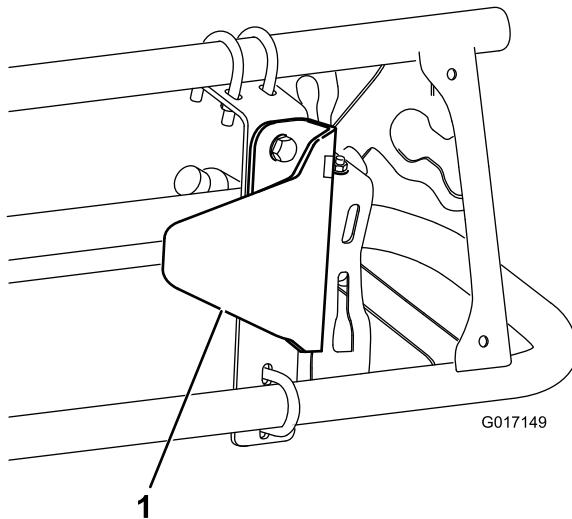

Figura 17
2. Instale o suporte da proteção do sensor no suporte de montagem com dois parafusos (5/16 pol. x $\frac{3}{4}$ pol.) e duas porcas flangeadas (5/16 pol.). como é mostrado em Figura 17.